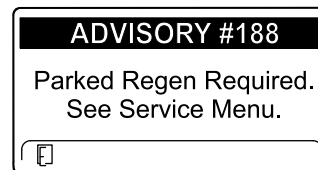

Figure 41
- Régénération en stationnement requise AVIS N° 188 (Figure 41)